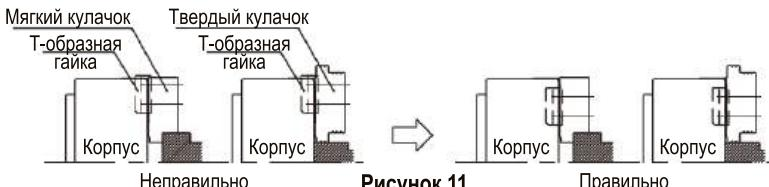

Рисунок 11
- Ввинчивайте Т-образную гайку так, чтобы она не выступала из основного кулачка. (см. рис. 11)